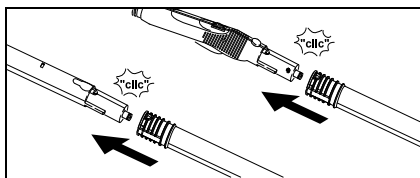

Fig. 7
- Se necessário utilizar os tubos de extensão (G1). Para isso montar um ou dois tubos de extensão na pistola de vapor (C1) (veja fig. 7). Empurar os acessórios necessários (D1,E1,F1,H1) para o extremo livre do tubo de extensão.